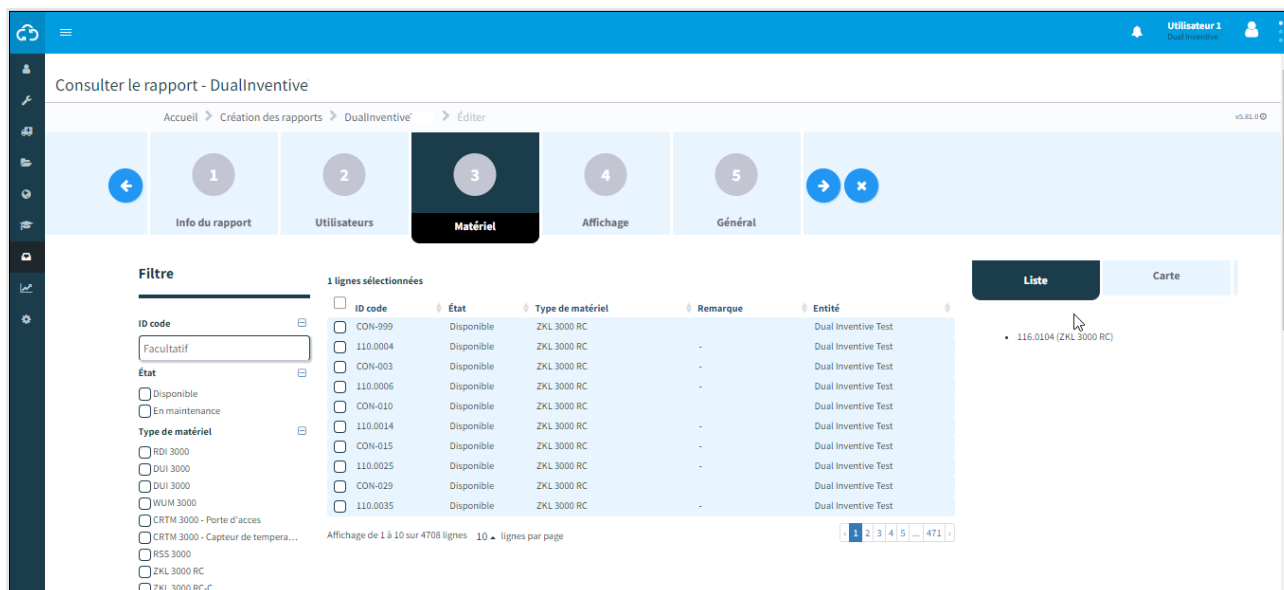

Figure 86 Consulter le rapport - matériels
- Étape 1 - matériels (Figure 86),